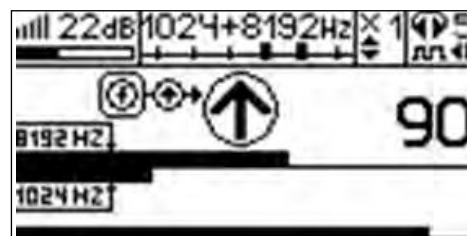

Рис.4.3
3. Включить приемник. В «Ст ртовом окне» следует выбр ь вид приним емого сигн л – «двухч стотный» . После з пуск измерения кнопкой  появится окно «н пр вление сигн л » (рис.4.3).